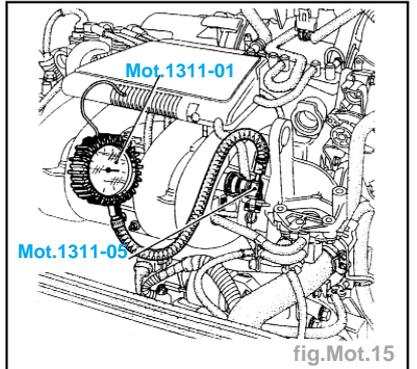

fig.Mot.15
- Mettre en place le manomètre **0 : 10 bars** ainsi que le tuyau souple **Mot. 13 +11.01** (fig. Mot.15).